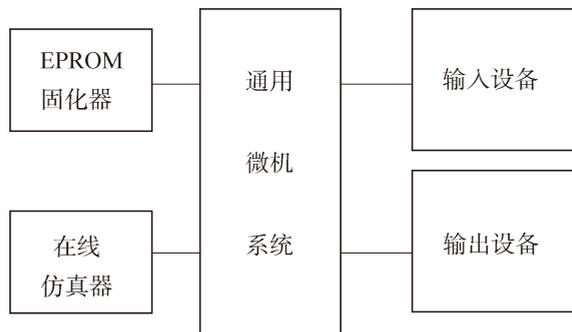

图 1-1 典型的计算机开发系统
①在学习单片机之前, 应首先了解计算机系统的结构。在通用微型计算机系统如奔腾系列的个人计算机基础上增加一些外围硬件电路, 如 EPROM 固化电路、在线仿真器等电路, 软件上增加与单片机有关的交叉汇编程序、仿真调试程序和 EPROM 编程写入程序, 就构成典型的计算机开发系统, 如图 1-1 所示。